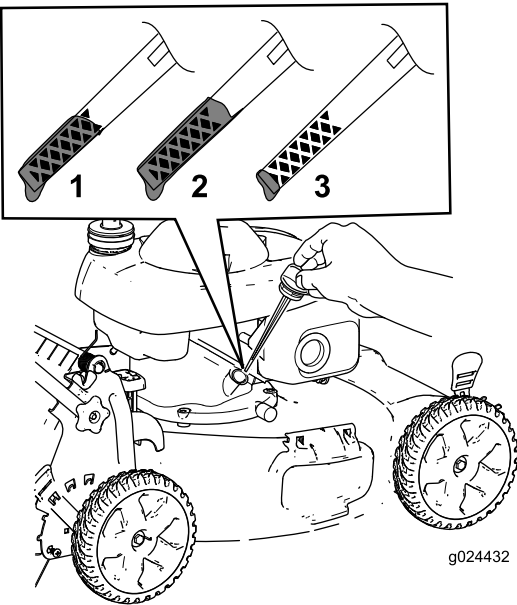

Figura 25
3. Retire la varilla girando el tapón en el sentido contrario a las agujas del reloj y tirando del mismo (Figura 25).
4. Ponga la máquina de lado (con el filtro de aire hacia arriba) para drenar el aceite usado del tubo de llenado de aceite (Figura 25).
10. Observe el nivel de aceite en la varilla (Figura 25).